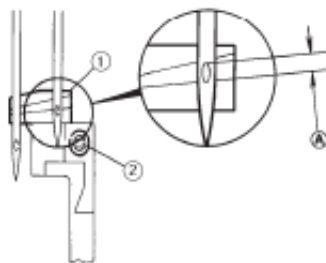

Fig. 12
A. Adjust so that the line (A) of needle guard (rear) (item 1) is at bottom of the right needle eye as shown in Fig.12 when the needle bar is in the lowest position
To adjust, loosen screw (item 2) and move needle guard (rear) (item 1) up or down (see Fig. 12).
A. Ajuste para que la línea (A) del salvagujas (posterior) (artículo 1) este al nivel de la parte de abajo del ojo de la aguja de la derecha, como se muestra en Fig. 12, cuando la barra de la aguja esta en la posición mas baja.
Para ajustar, afloje el tornillo (artículo 2) y mueva el salvagujas (posterior) (artículo 1) hacia arriba o abajo (vea Fig. 12).